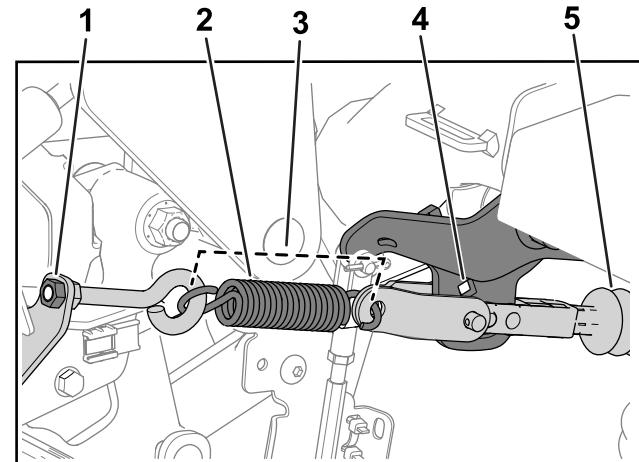

Figura 33
Nota: Consulte la Figura 33 durante este procedimiento.
3. Prepare la operación apretando la tuerca del cáncamo hasta que la longitud del muelle sea de 11.4 cm (4.5") una vez instalado (Figura 33).